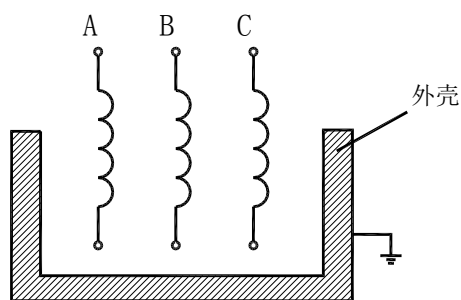

图 5.1
5.2.3 通过高压辅助线把仪器后板上“A”“B”“C”“G”接线柱分别连接到被试品电机负载上，接线方法见图5.1。